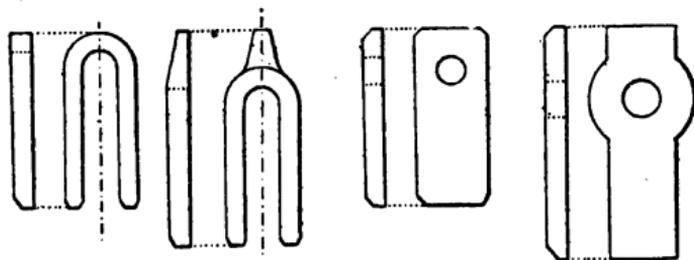

Fig. 80.
**Brides.** — On nomme brides les pièces (fig. 80 à 83) qui servent à serrer et à maintenir en place